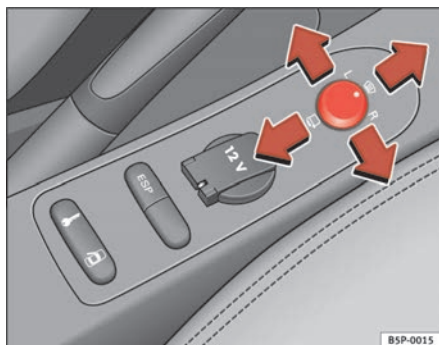

Abb. 91 Drehknopf für Außenspiegeleinstellung
1. Drehen Sie den Drehknopf ⇒ Abb. 91 in Stellung **L (linker Außenspiegel)**.
- Drehen Sie den Drehknopf nach vorne auf die mittlere Stellung ⇒ Abb. 91 ①, damit die Heizung der Außenspiegel und die Funktion der beheizbaren Windschutzscheibe\* im Bereich der Ruhstellung der Wischerblätter eingeschaltet wird. ⇒ Seite 124
- Drehen Sie den Drehknopf ⇒ Abb. 91 in Stellung ☞, um die Außenspiegel anzuklappen. Sie sollten die Außenspiegel immer anklappen, wenn Sie eine automatische Waschanlage durchfahren, um Beschädigungen zu vermeiden.